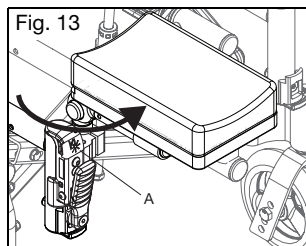

Fig. 13
- Coloque el receptor pivotante RLS en el alojamiento que está en el chasis del tubo frontal (Fig. 13:A).